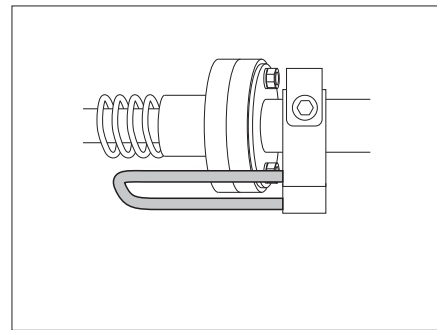

Fig. 146 Palanca de retención en posición asegurada
- ▶ Antes de utilizar la cama, comprobar si la palanca de retención está en la posición asegurada (Fig. 146).
- Poner palanca de retención en la posición asegurada (Fig. 146).